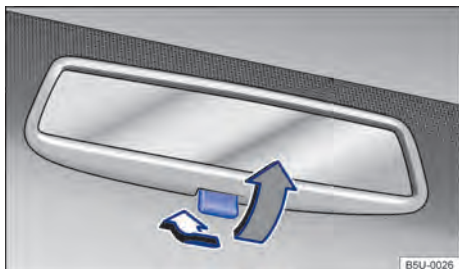

Fig. 65 En el parabrisas: espejo retrovisor interior antideslumbrante manual.
- Posición de noche: tirar de la palanca → fig. 65 (flecha gris), para evitar el deslumbramiento de los faros de los vehículos que circulan detrás.